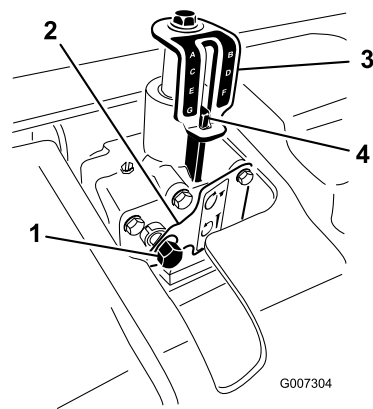

図 21
3. ラチェットに 9/16" ソケットを取り付け、深さアジャスタの入力シャフトにあてがう (図 21)。
5. 穴あけ深さを浅くするには、深さアジャスタを右に回し、穴あけ深さを深くするには左に回す (図 21)。
6. ステッカーに示すように希望する穴あけ深さになるように深さアジャスタで調整する (図 21)。